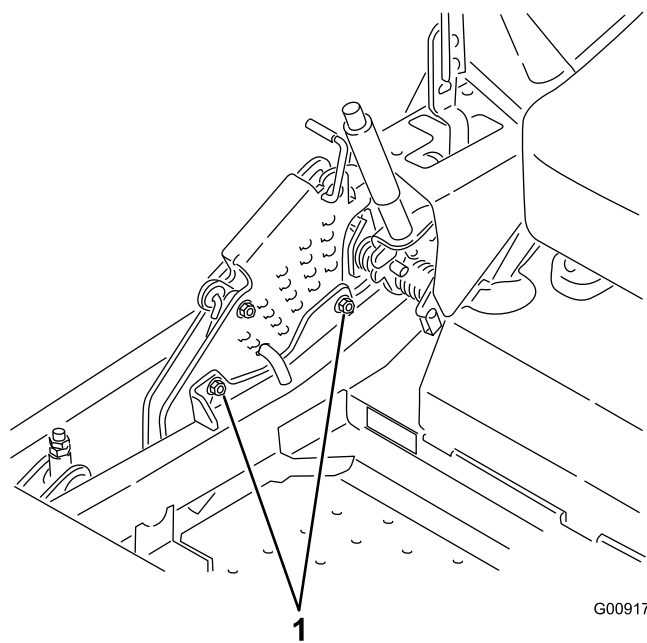

Figura 87
12. Per agire sull'impianto di regolazione da un punto unico, allentate i due bulloni alla base della piastra dell'altezza di taglio. Vedere Figura 87.
14. Serrate i due bulloni alla base della piastra dell'altezza di taglio (Figura 87). Serrate a 37-45 Nm.